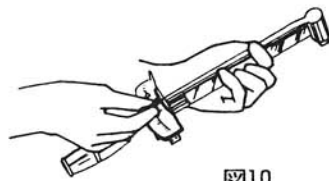

図10
- ② 求めるトルク値の目盛線の上に置針を止めて下さい。ランプが点灯するまで締め付けます。(図10,11)